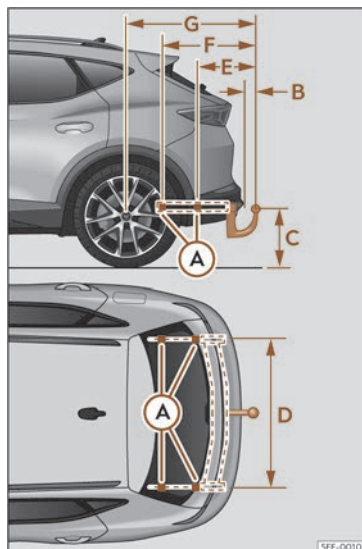

Fig. 192 Cotes i punts de fixació per al muntatge posterior d'un dispositiu de remolc.
La distància entre el centre del capçal esfèric i la calçada >>> **fig. 192 (C)** no ha de ser mai inferior a la indicada. Això regeix també amb el vehicle a càrrega plena, incloent la càrrega vertical màxima tècnicament admissible sobre l'acoblament.